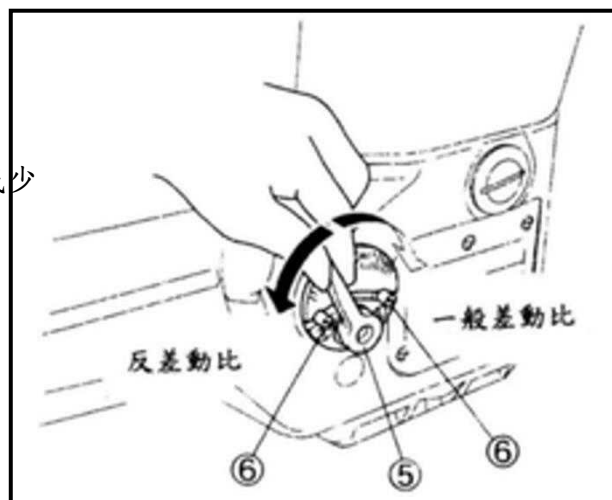

Fig.27
- (1) 移动调整杆向右或左去调整差动杆⑤ 在刻度 "4" 和刻度 "5" 之间是相同的动作和差动. 即主牙和差动牙的运作相同。(Fig. 27)
- (2) 螺丝⑥ 是用来固定调整杆⑤ 和保持差动的多或少。